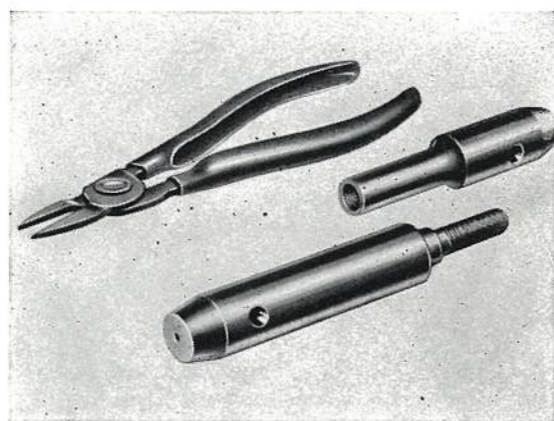

FIG. 22
5. Essuyer le piston et chasser l'axe à l'aide de l'outil service F T B 19 (fig. 22).